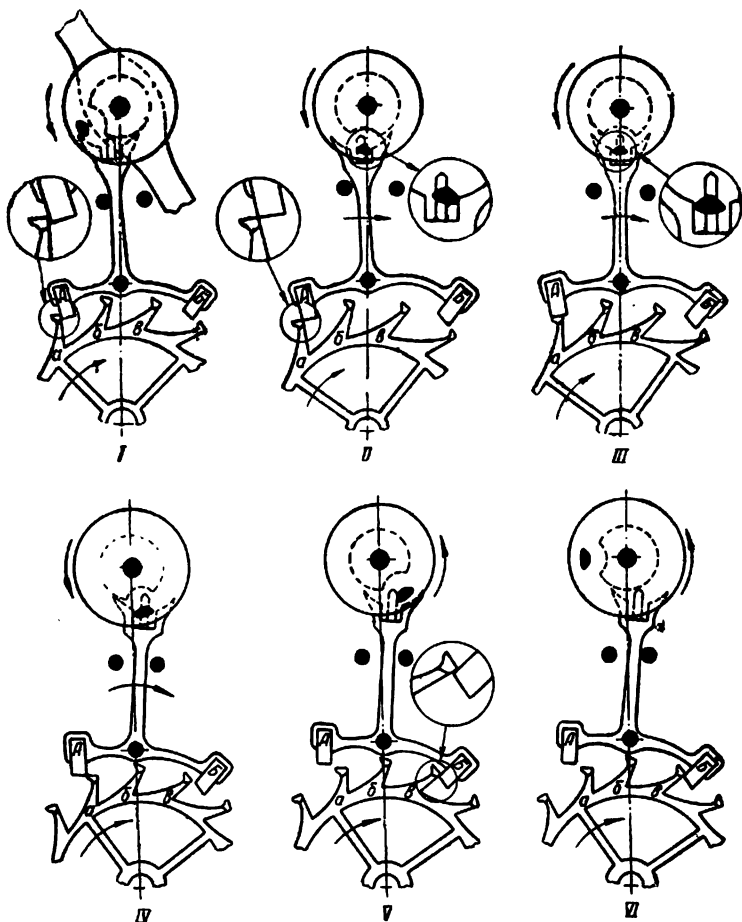

Рис. 109. Работа анкерного хода
На рис. 109 показаны детали узла баланса и хода, за исключением спирали, анкерная вилка с палетами *А*, *Б* и копьем, анкерное колесо, эллипс, импульсная и предохранительная рольки.
В положении *III* (рис. 109) движение баланса продолжается вправо. Зубец *а*, перейдя на плоскость импульса палеты *А*, поворачивает вилку вправо, которая левой стороной паза ударяет по эллипсу. Этим ударом начинается передача импульса балансу.
**Положение покоя.** Когда анкерное колесо и анкерная вилка неподвижны, это положение называется покоем. В положении покоя зубец анкерного колеса находится на плоскости покоя палеты и притягивает вилку к ограничительному штифту. Положение покоя можно видеть на рис. 109, *I* — зубец *а* лежит на плоскости покоя входной палеты *А* и притягивает вилку к левому ограничительному штифту. При положении *VI* показан зубец *в*, лежащий на плоскости покоя выходной палеты *Б*, притягивающий вилку к правому ограничительному штифту.